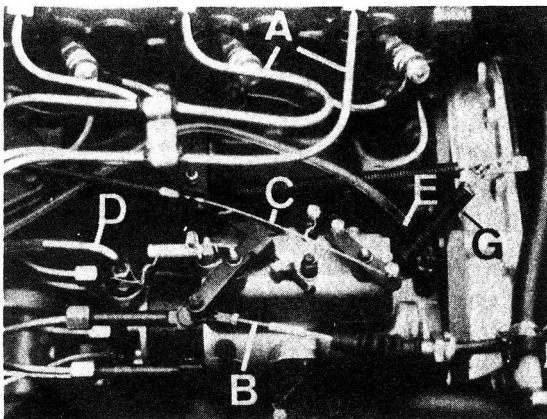

Fig. A3-27 Desmontaje de la bomba inyectora
- 1.2. Desconectar y retirar las tuberías, A (Fig. A3-27) de entrada de combustible a los inyectores.
- 1.3. Desconectar el cable del acelerador, B (Fig. A3-27) de su unión a la palanca de la bomba inyectora y la funda de éste de su unión al soporte.
- 1.4. Desconectar el cable del estrangulador, C (Fig. A3-27), de su unión a la palanca de la bomba inyectora y la funda de éste, de su unión al soporte.
- 1.5. Desconectar la tuberfa de entrada de combustible, D (Fig. A3-27) y la de retorno, E.
- 1.6. Desconectar los muelles, F y G (Fig. A3-27) de recuperación de las palancas del acelerador y estrangulador.